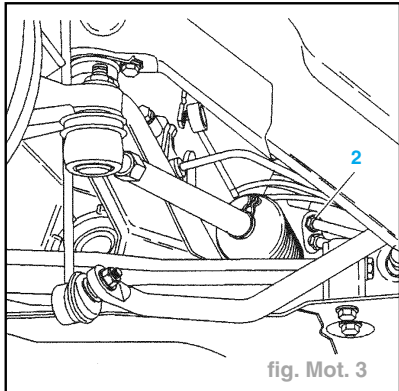

fig. Mot. 3
- Déposer l'écrou (2) (fig. Mot. 3).